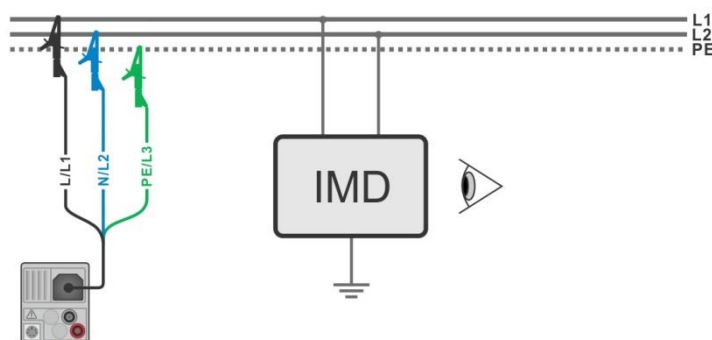

Abbildung 7.85: Anschluss mit 3-Leiter Prüfadapter
- › Schließen Sie die Prüflleitungen am Prüfling an, siehe **Abbildung 7.85**.